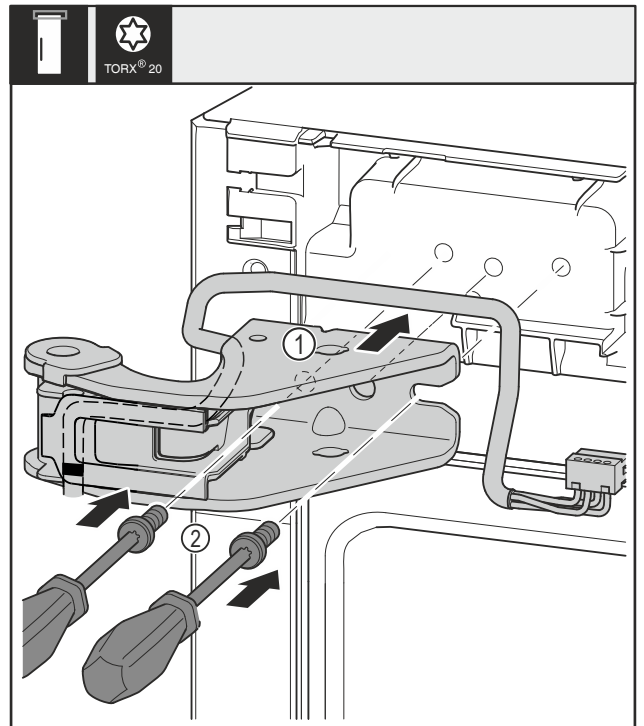

Fig. 35
- Oberen Lagerbock Fig. 35 (1) ansetzen.
- Schrauben Fig. 35 (2) mit Schraubendreher einsetzen und festdrehen.